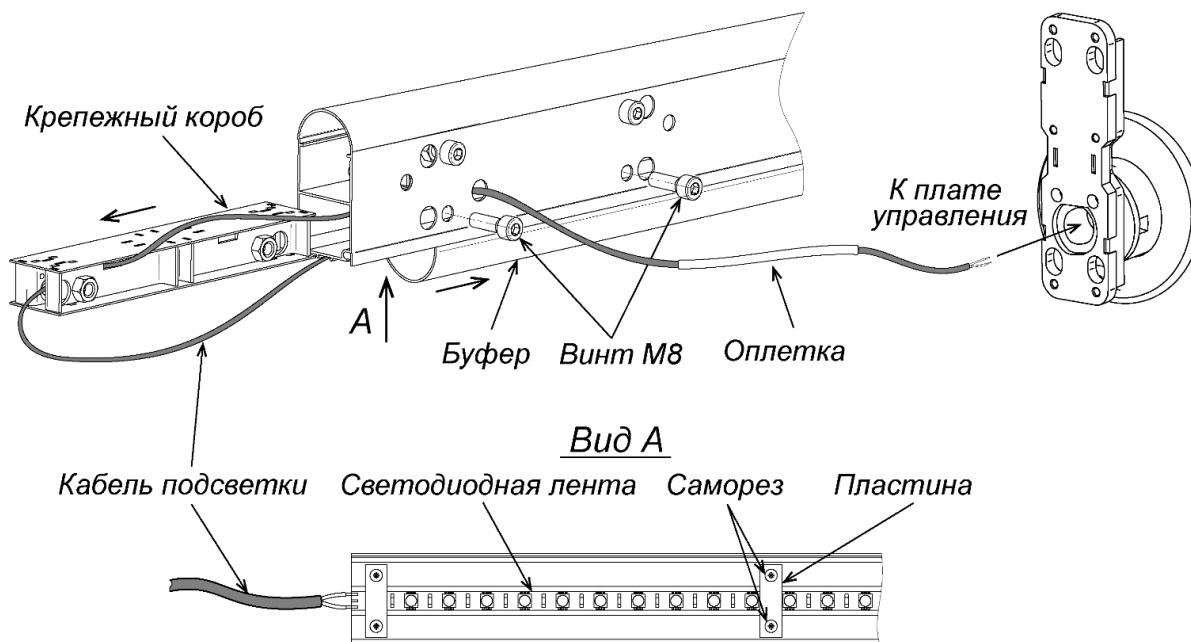
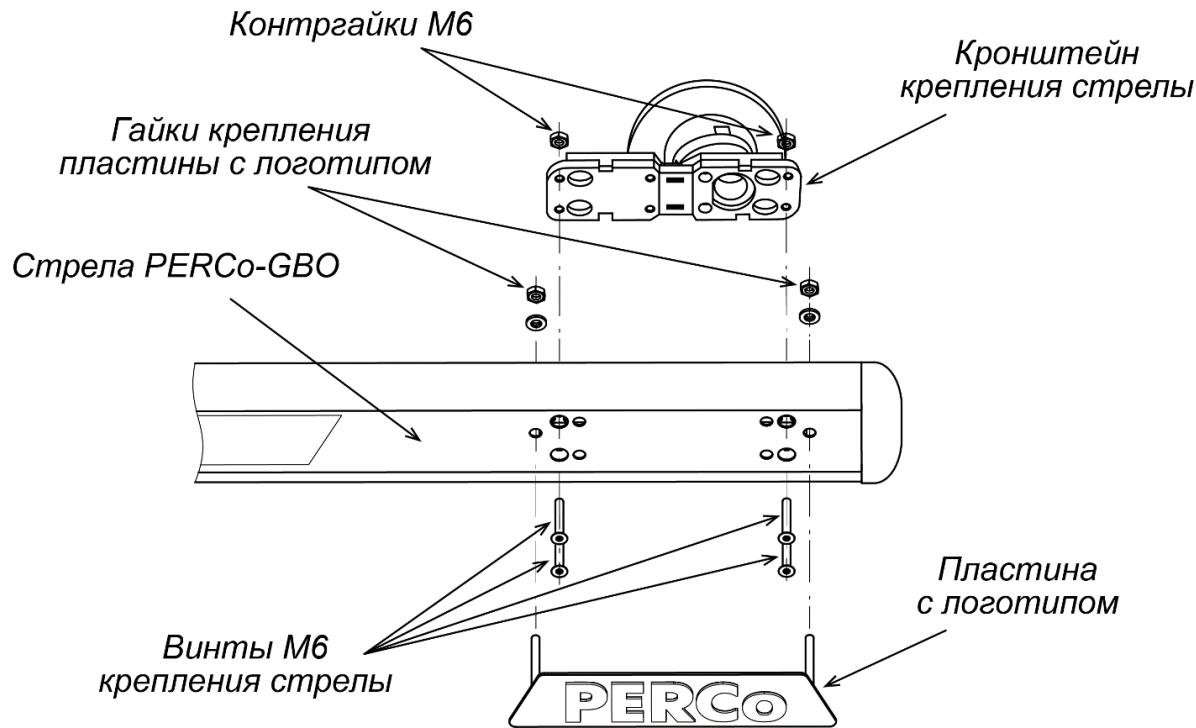

Рисунок 15. Монтаж подсветки стрелы PERCo-GBO
Рисунок 16. Монтаж стрелы PERCo-GBO
Для предохранения механизма шлагбаума от сильного горизонтального воздействия на стрелу (наезда) в ее конструкции предусмотрены саморазрушающиеся пластиковые элементы. Это могут быть либо пластиковые предохранители, установленные на крепежном коробе стрелы GBO или переходной пластине стрелы GBR (см. рис. 15 и 16), либо в качестве предохранителей могут использоваться пластиковые винты M6 вместо металлических для крепления стрелы. Для замены поврежденных при наезде элементов в комплекте стрелы имеется их запас.
- Проденьте провода светодиодной ленты 12В внутрь крепежного короба и через стрелу, как показано на рис. 15. вставьте короб обратно внутрь стрелы. Аккуратно, не повредив их, вытяните провода подсветки из отверстия в стреле и проверьте их укладку в стреле.
- Установите в отверстие кронштейна стрелы предохраняющую оплетку, входящую в комплект поставки стрелы, как показано на рис. 15. Внутрь оплетки заведите провода подсветки и установите стрелу на кронштейн (см. разд. 8.5.3). Произведите подключение проводов подсветки стрелы к контактам +12V – BOOM контактной колодки X11 согласно схеме на рис. 25, соблюдая полярность.
Для предохранения механизма шлагбаума от сильного горизонтального воздействия на стрелу (наезда) в ее конструкции предусмотрены саморазрушающиеся пластиковые элементы. Это могут быть либо пластиковые предохранители, установленные на крепежном коробе, либо в качестве предохранителей могут использоваться пластиковые винты M6 вместо металлических для крепления стрелы (см. рис. 16). Для замены поврежденных при наезде элементов (запасные идут в комплекте стрелы) необходимо будет вынуть крепежный короб из стрелы (см. рис. 15).
При помощи четырех потайных винтов M6 установите стрелу на кронштейн крепления стрелы шлагбаума (**используйте динамометрический ключ, момент затяжки – не более 1 Нм**), после чего вставьте декоративную пластину с логотипом в отверстия стрелы и зафиксируйте ее гайками (см. рис. 16).